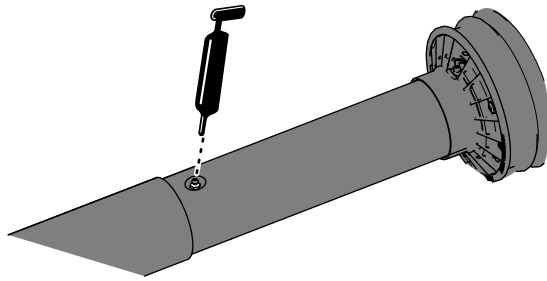

Figura 10
- Extienda parcialmente el árbol de la TDF para tener acceso al engrasador situado cerca del centro del protector interior del árbol de transmisión (Figura 10).
4. Aplique grasa al engrasador de la unión telescópica del árbol de transmisión, como se muestra en la Figura 10.